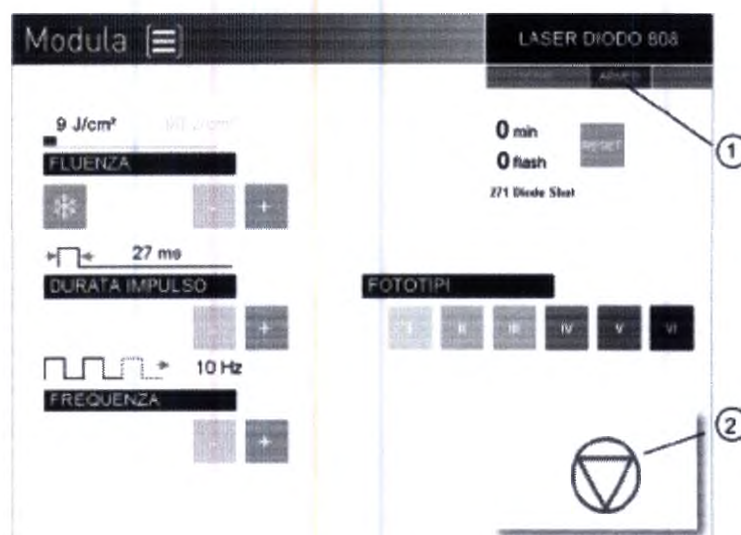

Рисунок 14
После нажатия кнопки старт, в строке состояния появляется кнопка режима готовности ARMED (1), которая показывает, что устройство готово испустить лазерную радиацию (Рис. 14).